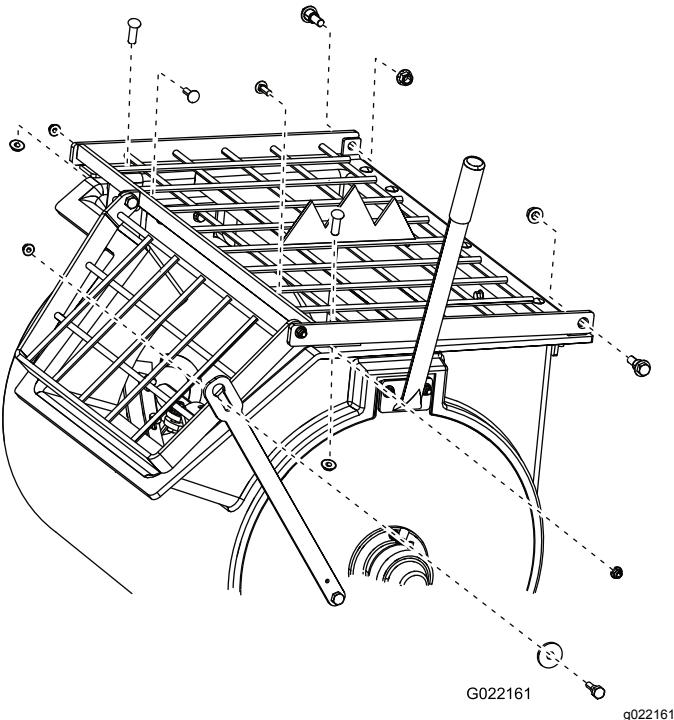
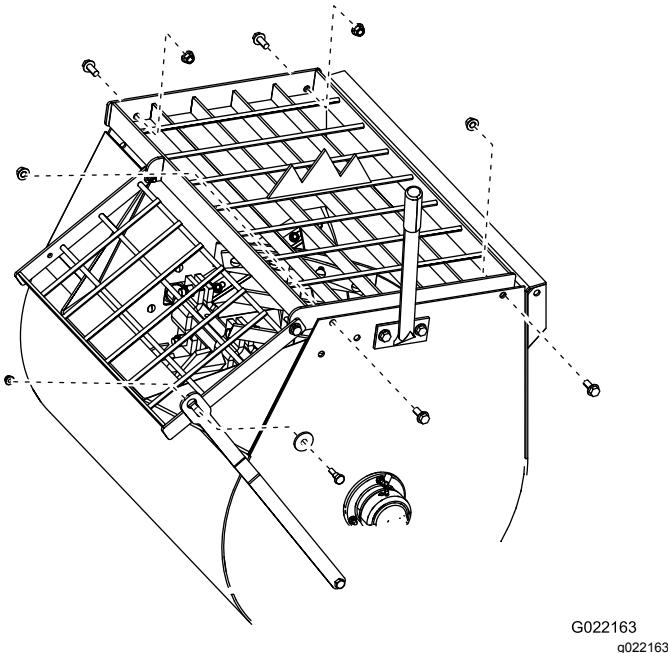

Figura 75
Figura 76
- Retire las tuercas y los pernos que sujetan la rejilla al tambor, y retire la rejilla (Figura 74, Figura 75 o Figura 76).